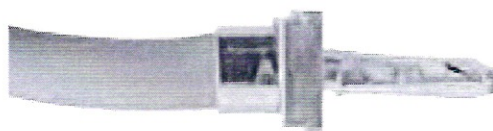

Рисунок 11 – Монтаж обжимной муфты
4.5 Сдвинуть обжимную муфту на обжимной фланец (рис. 11).